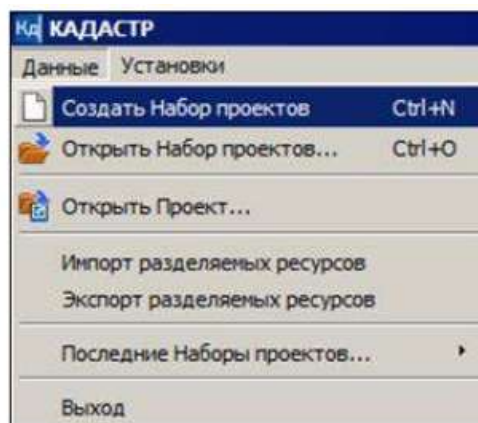

Рисунок 26– Запуск программы КАДАСТР
2. Создайте новый набор проектов. Для этого выполните команду **Создать Набор Проектов** (рис. 26) в меню **Данные (<Ctrl + N>)**.